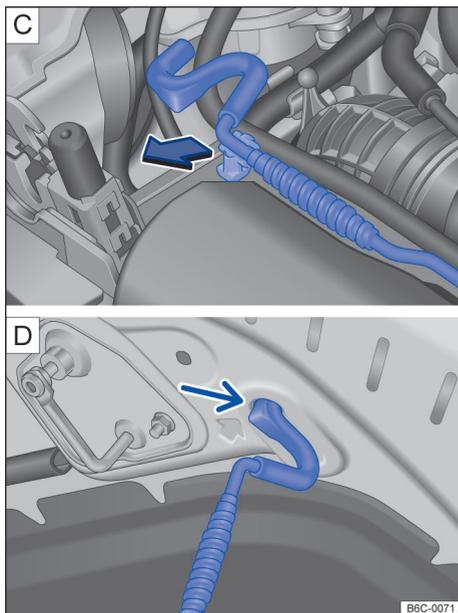

Fig. 180 [C] Haste de sustentação da tampa do compartimento do motor. [D] Tampa do compartimento do motor apoiada na haste de sustentação.
- Retirar a haste de sustentação do suporte no sentido da seta → Fig. 180 [C] e posicioná-la na abertura na tampa do compartimento do motor → Fig. 180 [D].
- Retirar a haste de sustentação do furo → Fig. 180 [D] e encaixá-la no suporte do fecho → Fig. 180 [C].